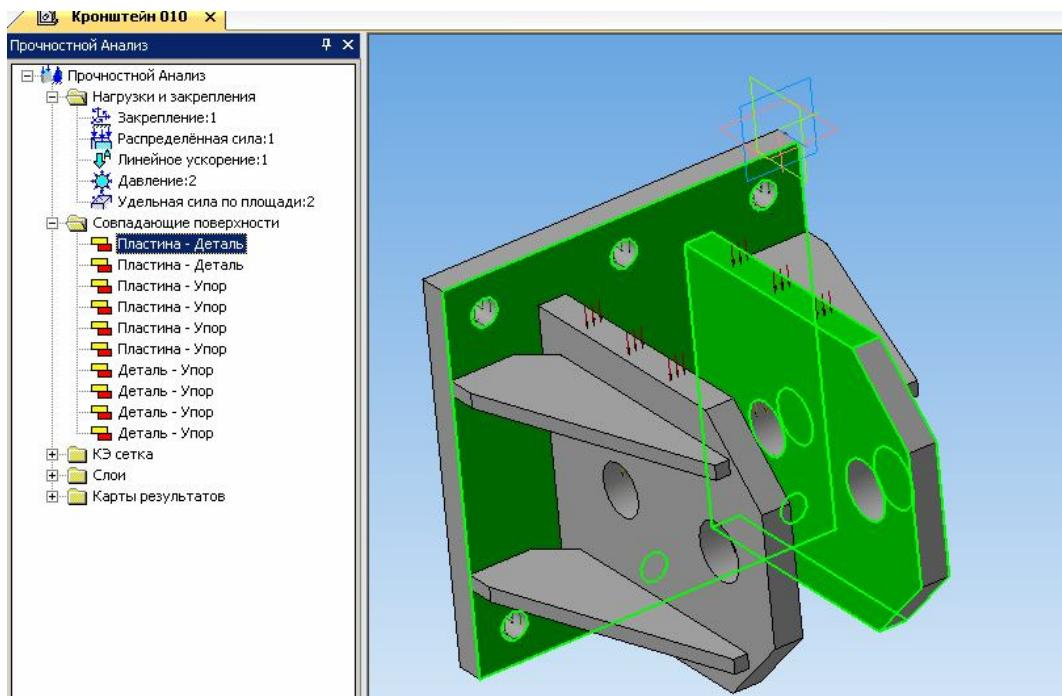

Рис. 2.8 Совпадающие грани
**Задать совпадающие поверхности** – команда осуществляет автоматический поиск совпадающих граней. После автоматического поиска все совпадающие грани будут размещены в дереве модели. В дереве модели можете выбрать совпадающие грани. При этом они подсветятся на самой модели (Рис. 2.8). Таким образом, можно проконтролировать все автоматически созданные совпадающие грани.